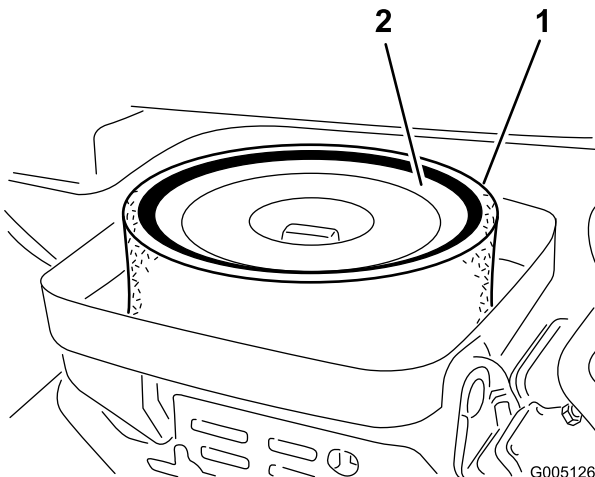

图43
3. 如果泡沫滤芯变脏，请将其从纸质滤芯中取出（图43）。按照以下方式彻底清洁滤芯：